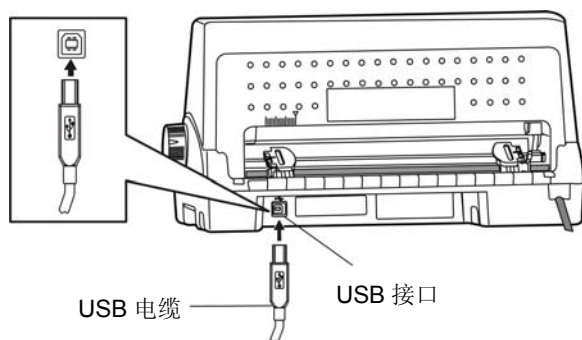
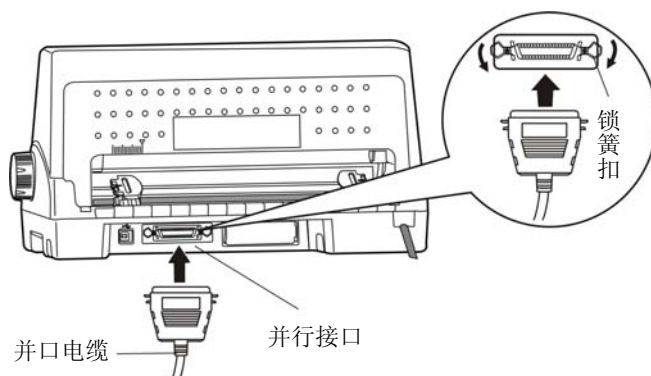
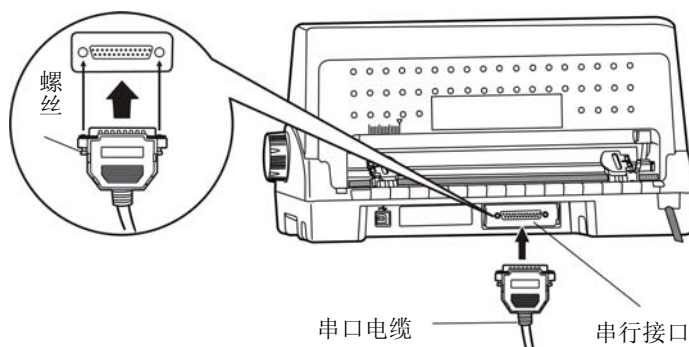
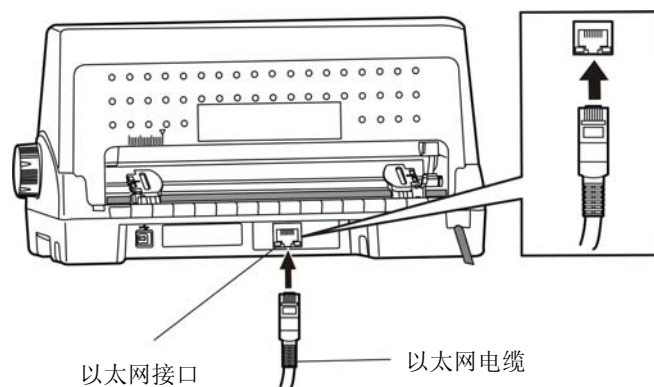

图 2-11 连接 USB 电缆
图 2-12 连接并口电缆
图 2-13 连接串口电缆
图 2-14 连接以太网电缆
本打印机可配置 USB 接口、并行接口、串行接口、以太网接口、蓝牙或 Wi-Fi（产品的具体接口配置，以实物为准）。请根据需要，用相应的接口电缆把打印机与计算机相连〔如图 2-11、图 2-12、图 2-13 和图 2-14 所示〕。
2. 将 USB 电缆的 B 端插头（方型）插进打印机的 USB 接口插座中（如图 2-11 所示）。
1. 关闭计算机与打印机的电源，将并口电缆插头连接到打印机的并行接口，扣上连接器两侧的锁簧扣，固定并口电缆（如图 2-12 所示）。
1. 关闭计算机与打印机的电源，将串口电缆插头连接到打印机的串行接口，拧紧两侧的螺丝，固定串口电缆（如图 2-13 所示）。
将以太网电缆的 RJ-45 水晶插头一端插进打印机的以太网接口插座中，另一端插头连接到局域网的接入端（如图 2-14 所示）。